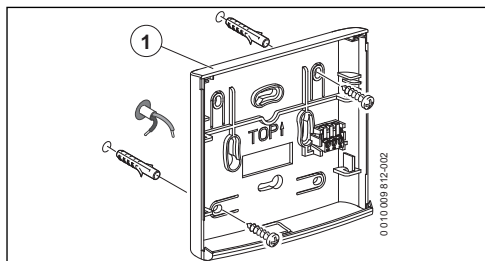

Fig. 3 Montaje del soporte de pared para el módulo emisor
- Montar el soporte de pared (→ fig. 3, pos. [1]) en una posición horizontal y atornillarlo.